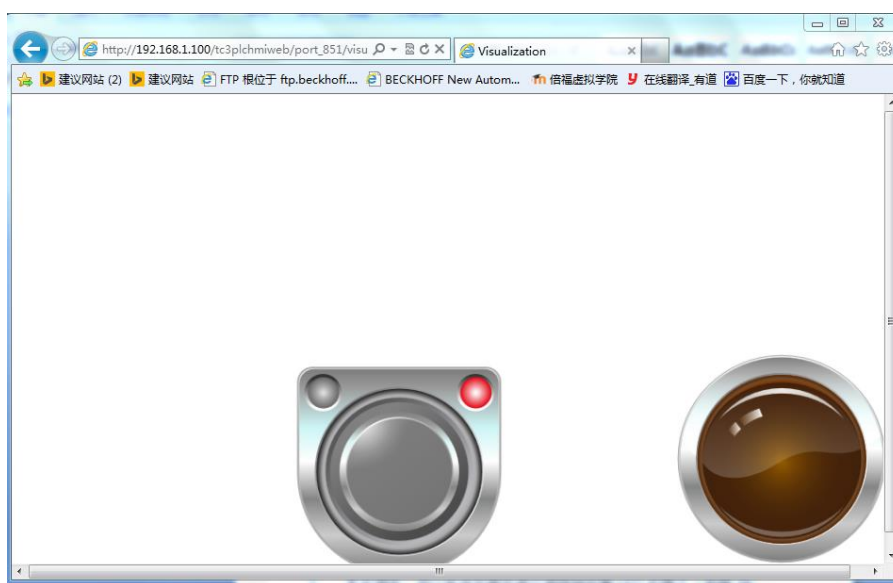

图 4 按钮弹起，LED 未亮
(7) 本实例中，可以在与交换机相连的任意台电脑（该电脑可不安装 TC3 软件）的浏览器中用按钮控制 LED 的亮灭（如图 4，5 所示）